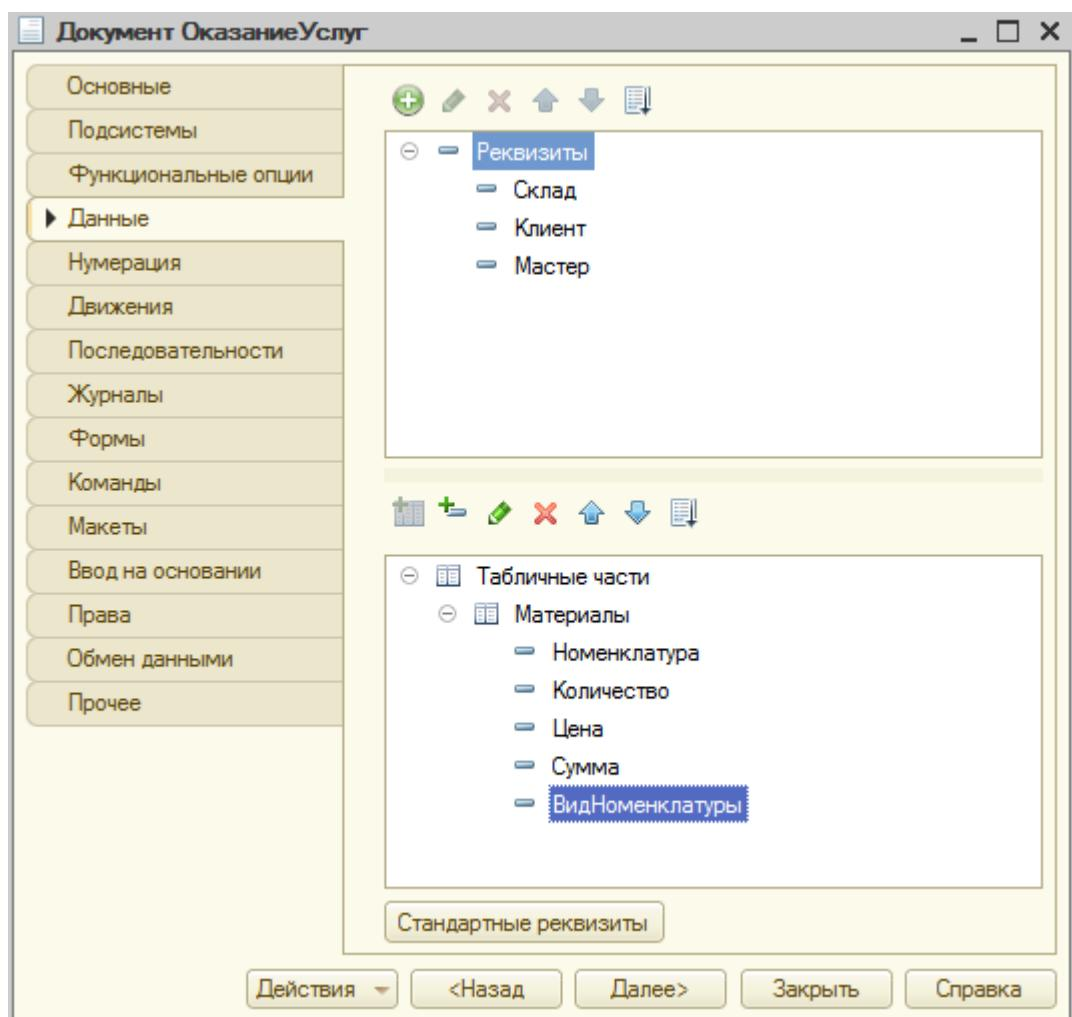

Рисунок 47 Добавление реквизита табличной части
14. В табличную часть **Материалы** документа **ОказаниеУслуг** добавьте новый реквизит табличной части **ВидНоменклатуры**. В свойстве тип установите **ПеречислениеСсылка.ВидНоменклатуры** (рис. 47).